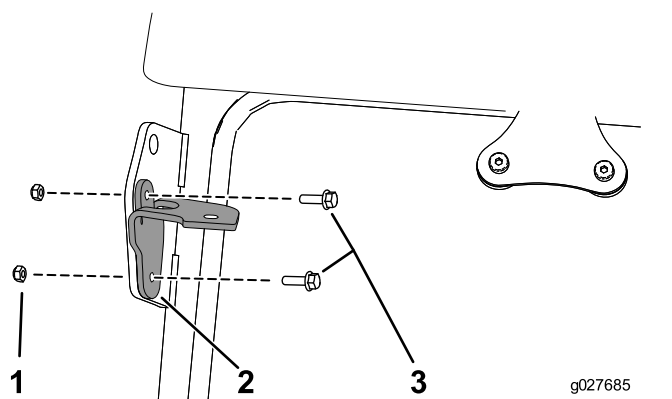

Figura 2
1. Fissate il supporto destro al punto di sollevamento anteriore destro della cabina, utilizzando 2 bulloni (M6) e 2 dadi (Figura 2).
2. Fissate il supporto sinistro al punto di sollevamento anteriore sinistro della cabina, utilizzando 2 bulloni (M6) e 2 dadi (Figura 2).